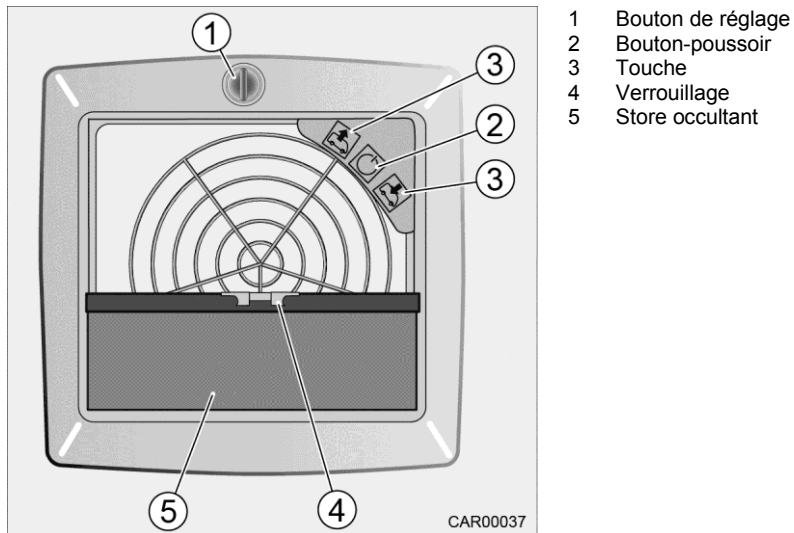

Fig. 77 Ventilateur de lanterneau électrique
1. Tourner le bouton (Fig. 77/1) dans le sens anti-horaire ou dans le sens horaire pour ouvrir ou fermer le lanterneau.
2. Activer/désactiver le ventilateur du lanterneau (Fig. 77/2) avec le bouton-poussoir.
3. Les touches (Fig. 77/3) permettent de sélectionner entre Expulsion et Aspiration d'air, ainsi qu'entre plusieurs vitesses.
1. Comprimer le dispositif de verrouillage (Fig. 77/4).
2. Tire le store occultant (Fig. 77/5) en dehors et le faire encliqueter dans la position définie au préalable.
2. Glisser le store occultant (Fig. 77/5) complètement dans le cadre.